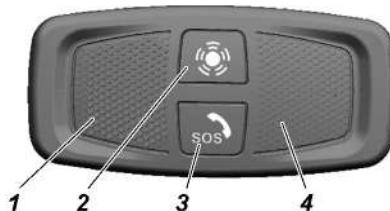

Рис. 3.15. Блок интерфейса пользователя:
- блок интерфейса пользователя (БИП) с кнопкой «SOS» 3 (рис. 3.15) находящийся на внутренней части крыши салона;
Индикатор устройства конструктивно совмещен с кнопкой экстренного вызова «SOS» 3 (рис. 3.15) и его индикация в зависимости от режимов работы УВ ЭОС приведена в таблице 3.3.